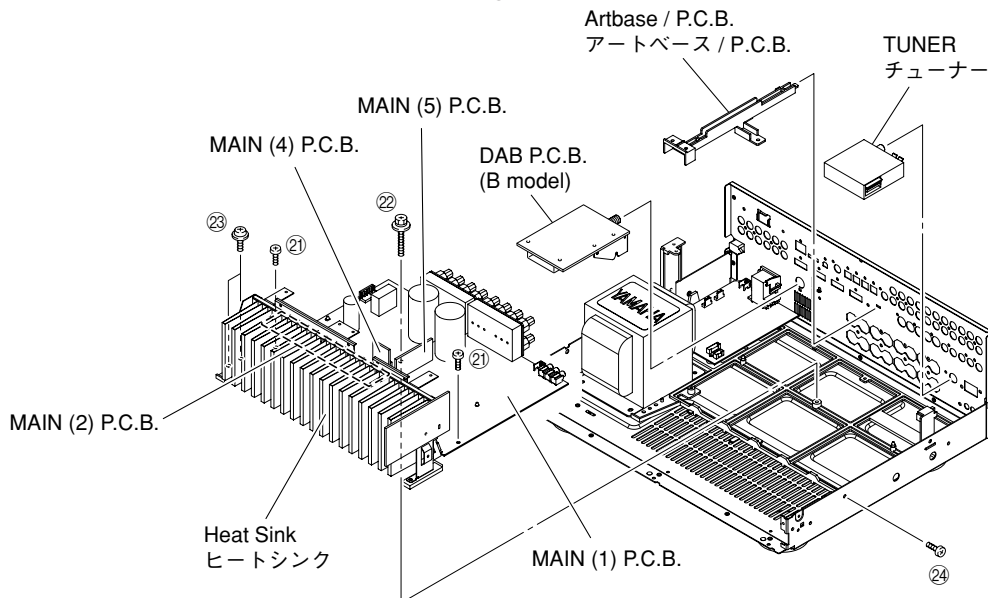

Fig. 5
- b. Remove the TUNER. (Fig. 5)
- b. TUNERを取り外します。(Fig. 5)
- b. Remove the DAB P.C.B.. (Fig. 5)
- a. アートベース/PCBを取り外します。(Fig. 5)
- b. 21のネジ2本、22のネジ1本、23のネジ2本、24のネジ1本を外します。(Fig. 5)
- e. MAIN(1)、(2)、(4)、(5)P.C.B.をヒートシンクと一緒に取り外します。(Fig. 5)
**12. Removal of MAIN (1), (2), (4) and (5) P.C.B.s**
- a. Remove the Artbase/P.C.B.. (Fig. 5)
- b. Remove 2 screws (21), 1 screw (22), 2 screws (23) and 1 screw (24). (Fig. 5)
- e. Remove MAIN (1), (2), (4) and (5) P.C.B.s together with the Heat Sink. (Fig. 5)